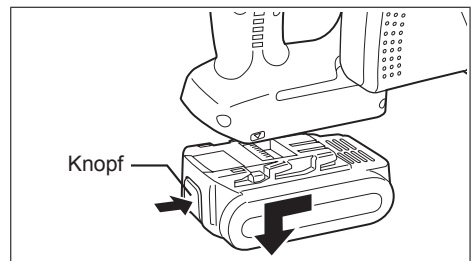

Abb. 3
2. Zum Entfernen des Akkus (Siehe Abb. 3)